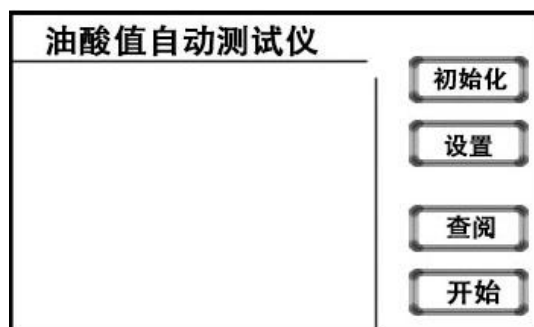
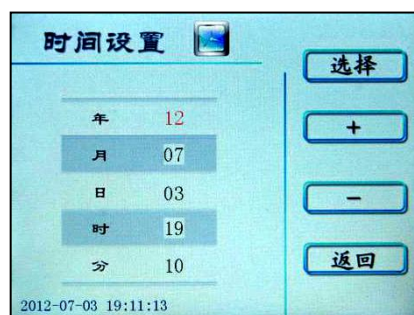
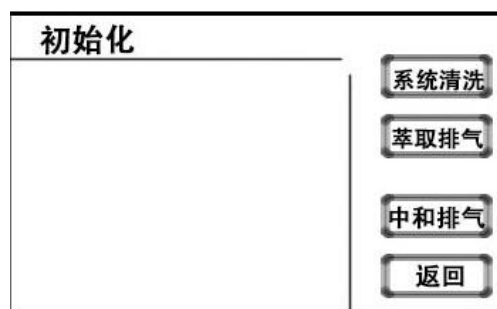
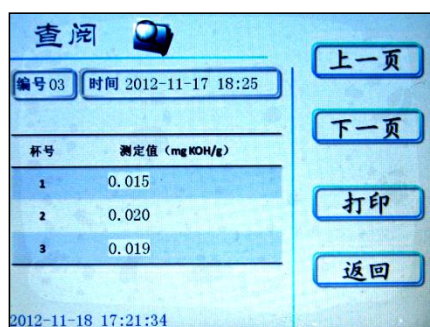

图 4 开机页面
图 5 时间设定页面
图 6 初始化页面
图 17 查阅页面
1. 插接电源线，打开电源开关，液晶屏显示开机页面（图 4）
2. 在图 4 所示页面下，点击时间区域进行时间设置（图 5）；
3. 在图 4 所示页面下，按 初始化 键进入下一级页面（图 6）；
4. 在图 5 所示页面下，打开油样测定暗室盖，用手轻轻拨动油杯盘，使废液杯位孔偏离滴定位置。取一只油杯放入废液杯位孔内，按 系统清洗 键系统将
5. 系统清洗完成后按 返回 键回到初始化页面(图 6)。在图 6 所示页面上,按 萃取排气 键,同时打开油样测定暗室盖,观察排气状况,直至无肉眼可见气泡排出为止,按 返回 键回到初始化页面(图 6)。同样的步骤进行中和排气操作;
6. 初始化操作完成后,在图 5 所示初始化页面上按 返回 键回到开机页面,
2、在正式的样品测定前，应将洁净的样品油杯水平放置在相应的杯位孔内，在每个测定油杯中准确平行注入待测样品油 10.0mL（或在油杯中称量待测样品油 8.3~8.5g，并将油杯归位），加入一只搅拌磁棒，盖上样品测定暗室盖。在开机页面（图 4）按 **开始** 键进行测定，同时显示屏显示测试页面，屏幕在不同测试阶段分别显示“X 号杯测试中，请稍
10. 测定完成后，本机自动保存 35 组数据。操作人员如果想查阅，请按返回键进入开机页面（图 4），点击查阅键进入查阅页面（图 17），点击上一页或下一页键可查看编号 01~35 号组数据，点击打印键可以通过打印机输出所需数据。